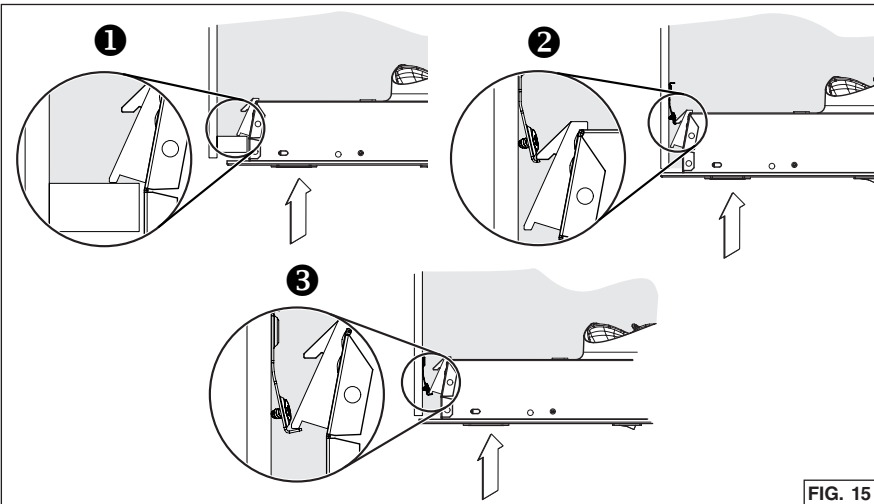

FIG. 15
- Insertar el aparato en el gabinete hasta que sentir un click a ambos lados del aparato, confirmando que los ganchos Ease of Install están apoyando en la parte superior de los lados de la base del gabinete ❶, o en los soportes de gabinete ❷ o ❸ (FIG. 15). Mover el aparato de izquierda a derecha, de delante hacia atrás y levantarlo para comprobar que los ganchos Ease of Install retienen el aparato en el gabinete.